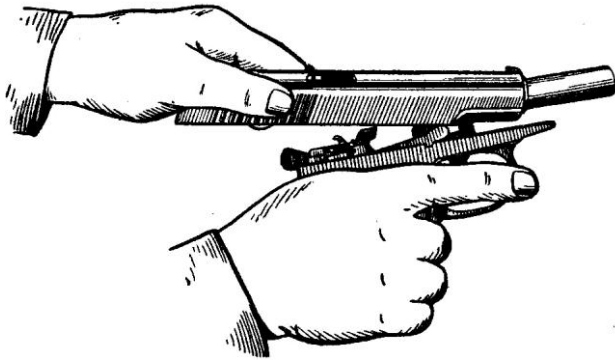

Рис. 7. Присоединение затвора к рамке
2) Присоединить затвор к рамке. Удерживая рамку за рукоятку в правой руке, а затвор в левой, ввести свободный конец возвратной пружины в канал затвора (рис. 6) и отвести затвор в крайнее заднее положение так, чтобы дульная часть ствола прошла через канал затвора и выступила наружу (рис. 7). Опустить задний конец затвора на рамку так, чтобы продольные выступы затвора поместились в пазах рамки, и, прижимая затвор к рамке, отпустить его. Затвор под действием возвратной пружины энергично возвращается в переднее положение. Включить предохранитель (поднять флажок вверх).